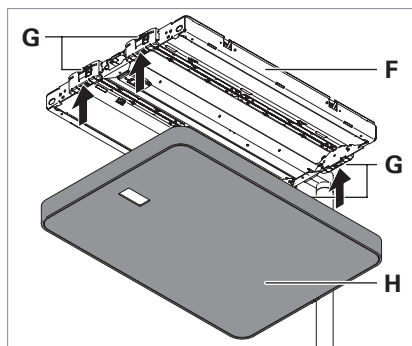

Fig. 3: Montaggio dello schermo.
- Premere lo schermo **H** dal basso sul telaio dell'apparecchio d'illuminazione **F** finché lo schermo non si è incastrato in tutti i ganci **G**, vedi Fig. 3.